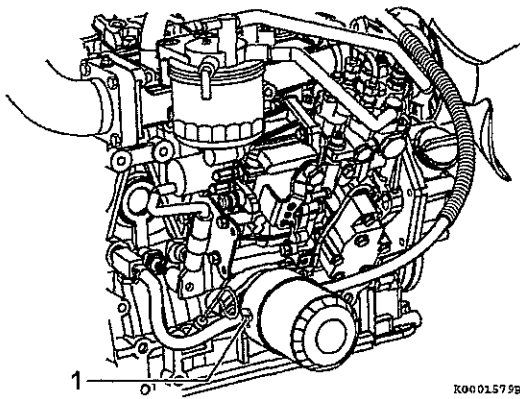

図 24
- 作業機に潤滑油冷却器が装着されている場合は、潤滑油冷却器の冷却水管 (1, 図 24) を取り外します。